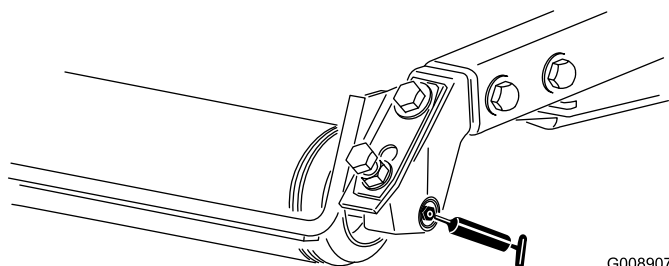

Figura 41
- Rolamentos do rolo traseiro (2 por cada unidade de corte) (Figura 41)